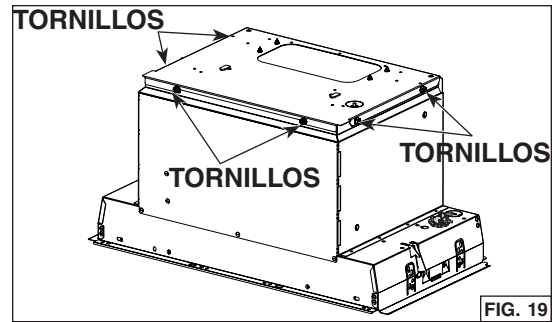

FIG. 19
7. Quite los 6 tornillos (2 en la parte delantera y 2 por lado) manteniendo la placa de soporte del ventilador a la parte superior del aparato (FIG. 19). Levante cuidadosamente el ventilador y la placa de soporte y póngalos a un lado. El ventilador luego se reinstalará en el aparato.